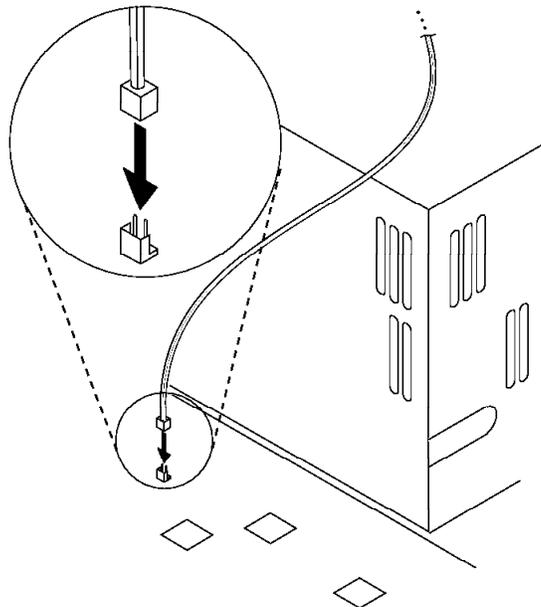

Figura 2-1. Conector de Sinal Wake on LAN na Placa do Sistema
- Conecte o conector de circuito impresso na placa do sistema, conforme mostrado na Figura 2-1. Se você estiver utilizando o cabo de dois conectores, número de peça 42H2397, este conector terá dois pinos. Se você estiver utilizando o cabo de três conectores, número de peça 76H7254, este conector terá três pinos.